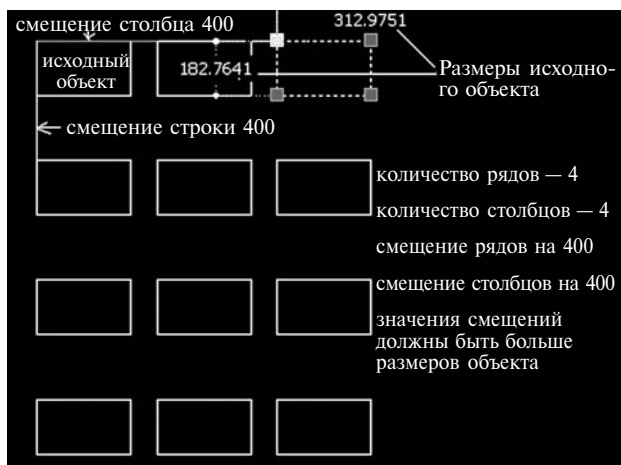

Рис. 4.14. Вид экрана при построении прямоугольного массива
5. Ввести значение в пять текстовых полей: «Количество рядов», «Количество столбцов», «Шаг строк», «Шаг столбцов», «Угол поворота массива» (рис. 4.14).